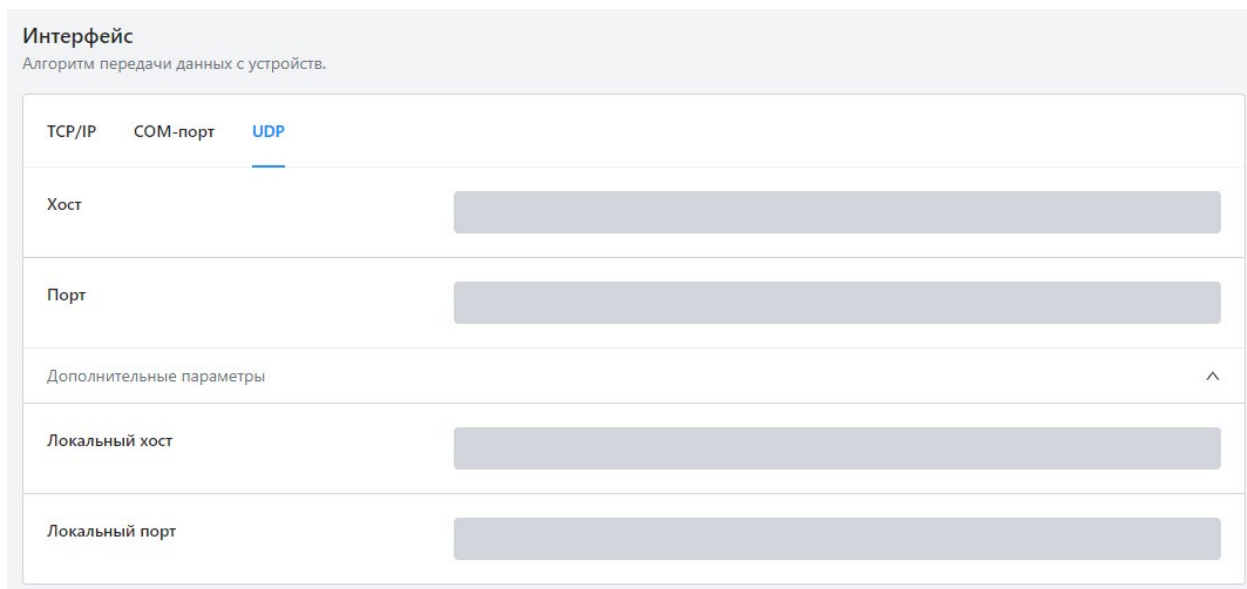

Рисунок 15 – Настройка передачи данных по UDP
- **UDP.** В открывшемся окне (Рисунок 15) укажите следующие параметры: